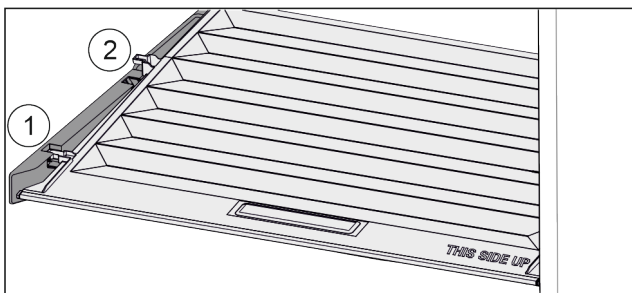

Fig. 137
- ▶ Tirer le couvercle vers l'avant jusqu'à dans l'orifice des pièces de retenue Fig. 137 (1).
- ▶ Le soulever par le bas à l'arrière et le sortir par le haut Fig. 137 (2).